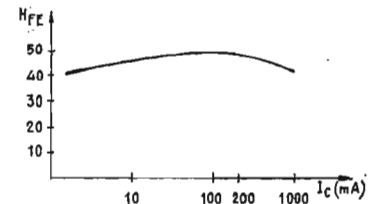

FIG. 3. — Variation du gain en fonction du courant collecteur
Reprenons ces différents points sur la figure 3, et nous voyons que le maximum de gain (50) correspond à un courant collecteur de 100 mA, or si nous choisissons  $I_C = 10 \text{ mA}$ , le gain est encore de 45, en conséquence ce deuxième point sera préféré au premier, la courbe étant de plus pratiquement horizontale dans cette région. Le point de repos est donc fixé à  $I_C = 10 \text{ mA}$  et  $h_{FE} = 45$ .
Le choix du point de repos peut s'effectuer à partir de la courbe donnant les variations du gain en courant  $h_{FE}$  en fonction du courant collecteur  $I_C$  (fig. 3).